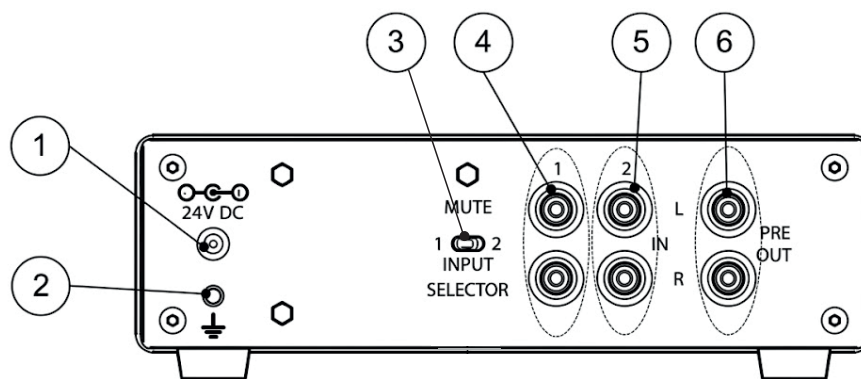

Рис. 4. Интерфейс на задней панели устройства
- Вставьте штыревой разъем кабеля заземления в соответствующее гнездо на задней панели устройства (см. раздел «Интерфейс на задней панели устройства», рис. 4, ②);
- ① Блок питания;
- ② Разъем блока питания для подключения к устройству.
Подключите разъем блока питания ② к соответствующему разъему устройства на задней панели (см. раздел «Интерфейс на задней панели устройства», рис. 4, ①), а затем подключите блок питания ① к электросети. Соблюдайте указанную последовательность для исключения электроэрозии контактов разъемов питания.
- Переведите селектор входов 1/2/Mute (см. раздел «Интерфейс на задней панели устройства», рис. 4, ③) в режим 1 или 2 в зависимости от того, через какую группу разъемов подключается активный источник сигнала.
- Подключите соединительный межблочный кабель 2RCA-2RCA к выходу Pre Out устройства (см. раздел «Интерфейс на задней панели устройства», рис. 4, ⑥) и линейному входу (например, AUX, CD, Tuner, Tape или Video) Вашего усилителя мощности или активной акустической системы (соблюдайте направленность соединительного межблочного кабеля).
- Убедитесь, что селектор входов 1/2Mute (см. раздел «Интерфейс на задней панели устройства», рис. 4, ③) переведен в соответствующее положение (см. раздел «Подключение устройства к источнику сигнала»), и не находится в режиме Mute.
- При переключении селектора входов 1/2/Mute (см. раздел «Интерфейс на задней панели устройства, рис. 4, ③) могут быть слышны щелкающие звуки. Это может быть связано с наличием постоянного напряжения на выходах оборудования, подключенного ко входам устройства.